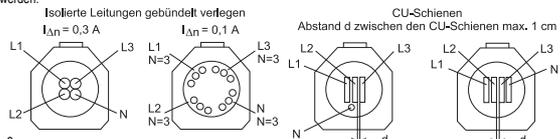

Abbildung 2
- W2-S/A max. 400 (150) A, W3-S/A max. 400 (100) A (siehe auch Tabelle 1)
- Dieser kann beim Typ FR-01/03-S/A durch die Anzahl der Wandlerprimärwindungen entsprechend ausgewählt werden. Ist ein **Bemessungsfehlerstrom von 0,1 A** erforderlich, so sind die Leitungen **3x durch den Wandler** zu führen (siehe auch Tabelle 1 und Abbildung 2).